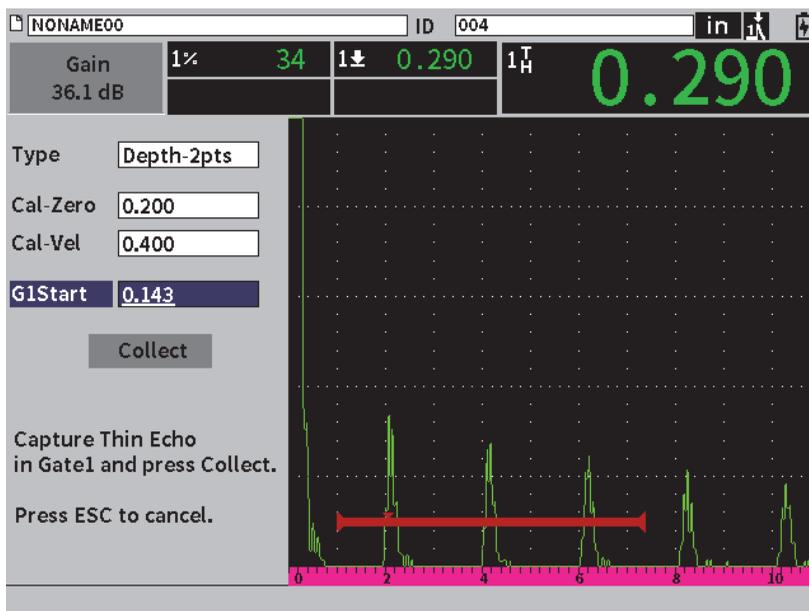

図 8-3 校正 – ダイアログボックスの初期設定
3. 設定メニューで、**校正アイコン** () を選択して校正ダイアログボックスを開きます (116ページの図 8-3 参照)。